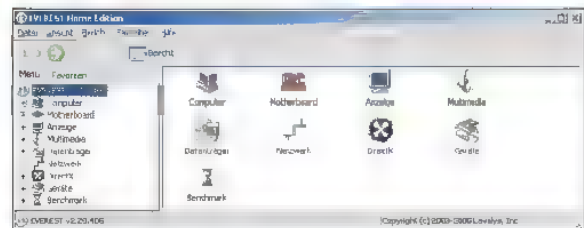

Bild 1: Diagnoseprogramm
- Die **Tabelle 1** zeigt einige wichtige Bestandteile des PCs. Ergänzen Sie die Tabelle. Orientieren Sie sich dabei an den schon bekannten Diagnoseprogrammen (**Bild 1**) in der Lernsituation „Analyse eines PCs“.